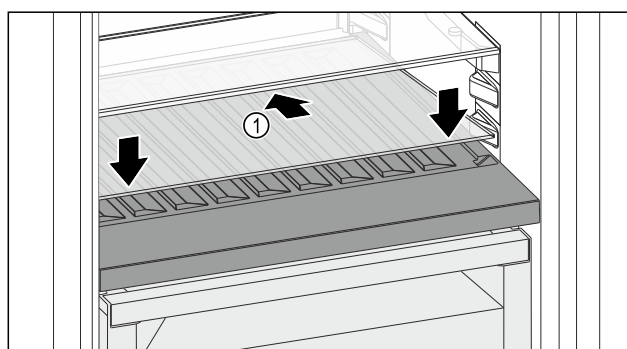

Fig. 98
- 向后下方倾斜放置玻璃隔板 Fig. 98 (1)。
- 放低玻璃隔板 Fig. 98 (1) 前部。